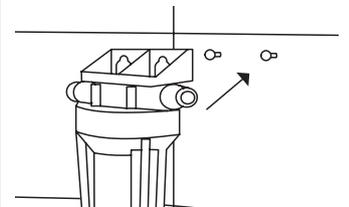

Figura 20.
8. Cuelga el Purificador en los tornillos de la pared (ver Figura 20).